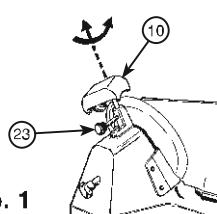

Abb. 1
- Darauf achten, dass der bewegliche Restehalter (2) geschlossen ist (Einstellrad (6) in Position "0").
- Lösen Sie den Sperrknopf (23) von der Schleifeinheit (10).
- Heben Sie die Schleifeinheit (10) an, drehen Sie sie um 180°, sodass sich beide Räder in Betriebsstellung befinden. Siehe Abb. 1
- Die Schleifeinheit (10) ablassen, bis sie einrastet.
- Die Einheit durch Drehen des Sperrknopfs (23) sichern.
- Einschalten (5).
- Taste (26) drücken und das Messer ca. 1 Minute lang laufen lassen. Sobald das Messer still steht, prüfen, ob sich eine rauhe Kante gebildet hat.
- Nach der Überprüfung ob sich ein Grat gebildet hat, schalten Sie das Gerät ein und drücken Sie die Taste (27) vorsichtig ca. 3 Sekunden lang, um den während des Schärfens gebildeten Grat zu entfernen.
- Die verstellbare Platte (2) auf den grösste mögliche Abstand vom Messer (3) durch das Drehen des Drehknopfes (6) bringen.
- Die Schleifgruppe (10) auf die verstellbare Platte legen (Sehen Fig. 1) und durch den Griff (23) darauf befestigen.
- Den Motorbetätigungsenschalter für das automatische Schleifen einschalten (5). Falls nötig, den Drehknopf mit Gradeinteilung (6) drehen, bis sich den Schleifstein gemeinsam mit dem Messer dreht.
- Das Messer während ungefähr einer Minute schleifen, dann den Druckknopf (27) gegen die Bildung von Grat für ca. zwei -drei Sekunden drücken.
- Inzwischen den Motor abschalten. Nach dem Schleifen die Schleifsteingruppe (10) von der verstellbaren Platte (2) entfernen und diese in ihr ursprüngliches Gehäuse zurücklegen.